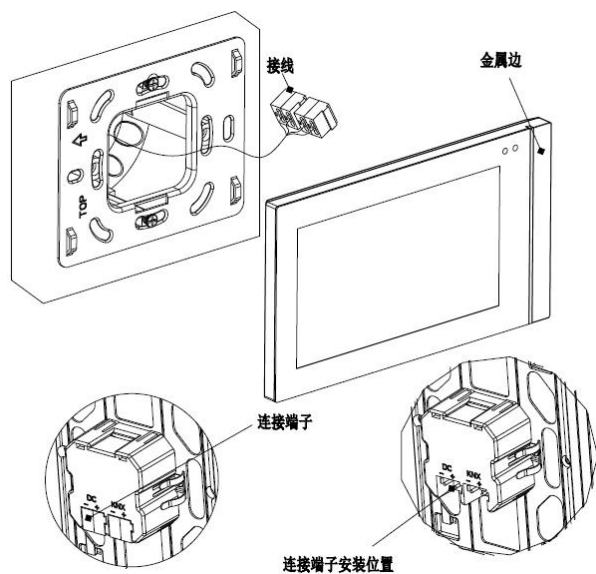

图 3.3.3.2
2. (1) 将面板上的连接端子取下，按接线说明进行接线。完成接线后，再把接线端子安装到相对应位置。即可完成接线安装，如图 3.3.3.2 所示。